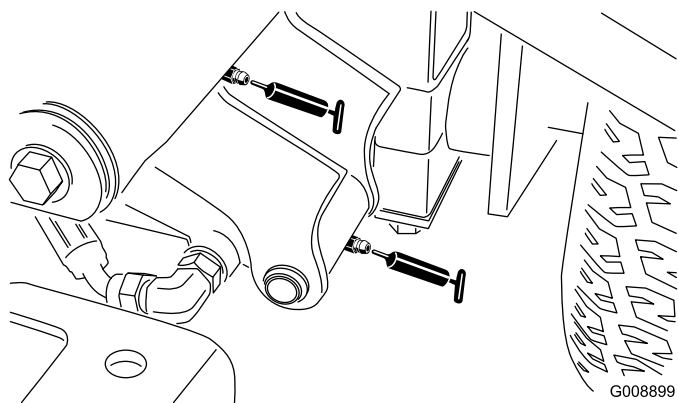

図 36
- ・ 左前昇降アームのピボット昇降シリンダ (2ヶ所) (図 36)